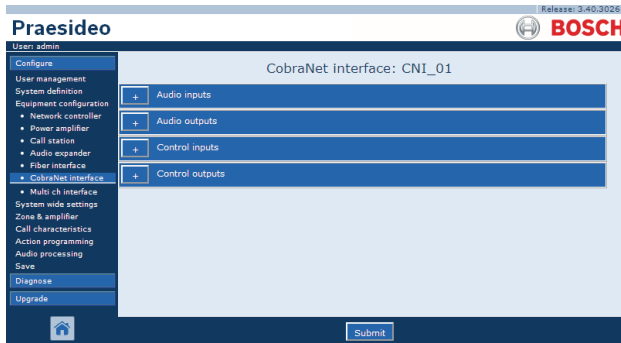

figura 44.39: Configurar interfaz CobraNet, paso 2
- 2 Haga clic en el nombre de la interfaz CobraNet que deba configurar. Aparece una pantalla similar a la mostrada en figura 44.39 en el cuadro principal de la interfaz Web.